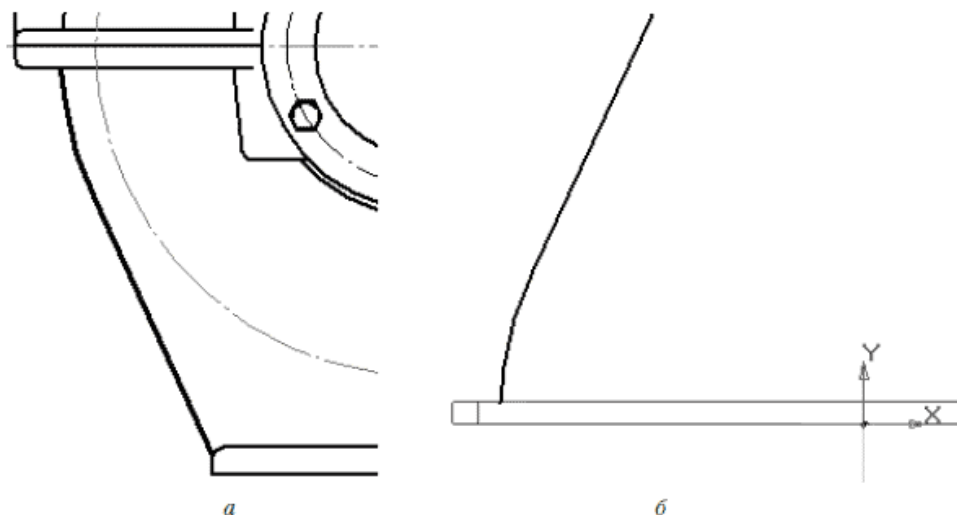

Рис. 3.73. Изгиб передней стенки редуктора: кривая на чертеже (а) и ее размещение в эскизе (б)
5. Теперь начните создание эскиза в плоскости *ZY*. Нарисуйте в нем кривую, очерчивающую изгиб передней стенки редуктора (рис. 3.73). Ее также можно скопировать с главного вида чертежа редуктора (так будет даже точнее). При создании этого эскиза необходимо учесть, что система, устанавливая ориентацию по нормали к плоскости эскиза, разворачивает модель вверх дном. Это значит, что изображения всех эскизов, размещенных в плоскости *ZY* или параллельных ей плоскостях (которые отвечают изображениям главного вида), придется рисовать симметрично относительно горизонтальной оси. Проще говоря, «вверх ногами».